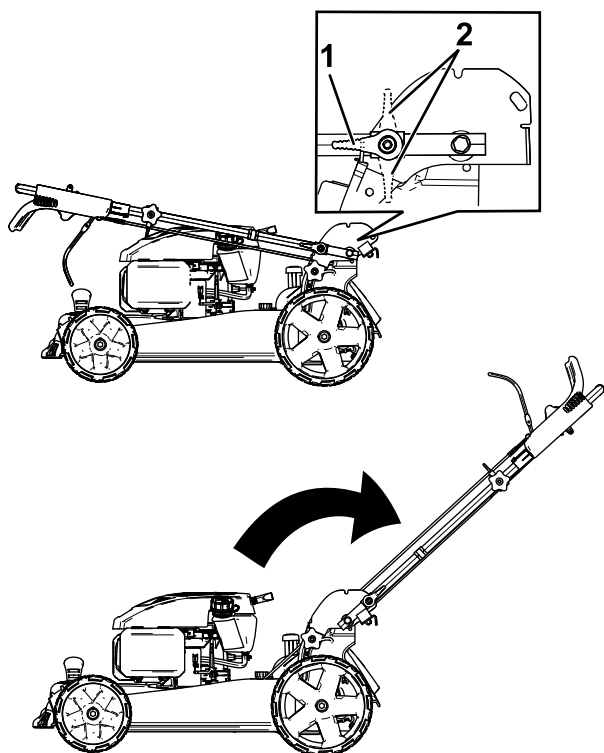

Figure 4
1. Ramenez le guidon en arrière à la position d'utilisation (Figure 4).